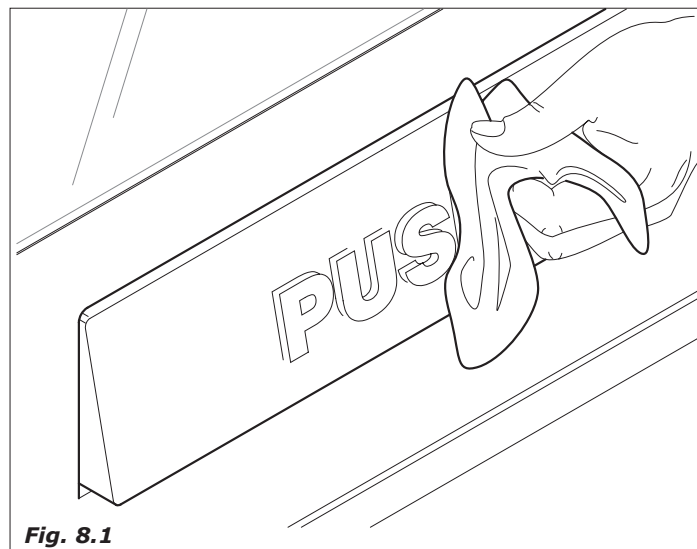

Fig. 8.1
- molhar o pano e limpar todas as partes à vista da zona de distribuição (Fig.8.1)